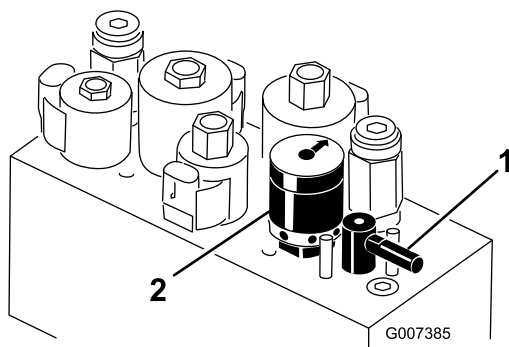

Figura 58
5. Girate la leva di lappatura in posizione "R" (Figura 58).
6. Girate il comando di velocità dei cilindri in posizione 1 (Figura 58).